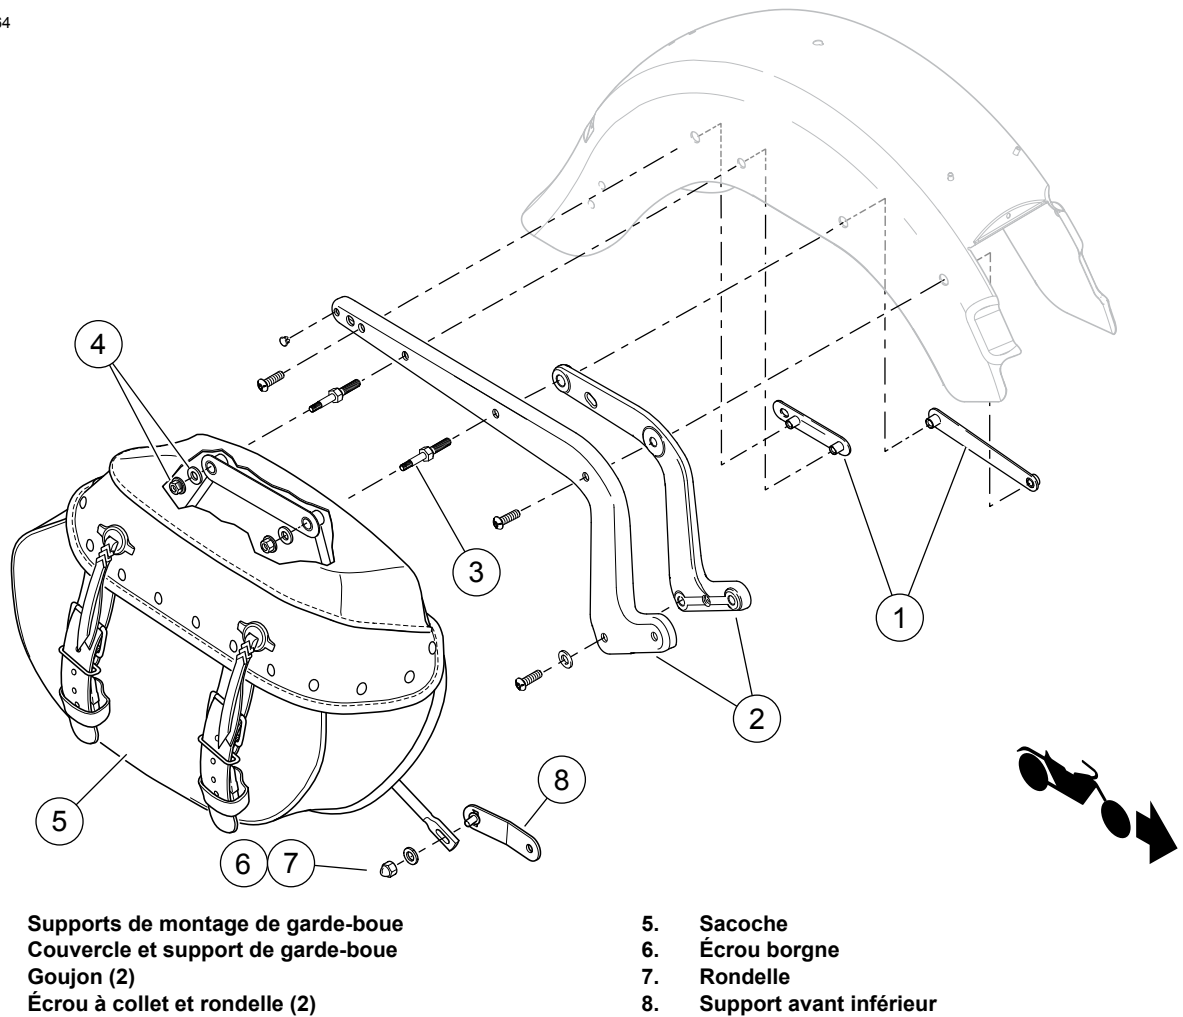

Figure 1. Enlever la sacoche
1. Voir Figure 1. Déposer l'écrou borgne (6) et la rondelle (7) du support inférieur avant (8).
2. Retirer les écrous à collet et les rondelles (4) de l'intérieur de la sacoche.
4. Retirer les goujons (3). Déposer l'appui-pied de passager arrière. Déposer le support inférieur avant